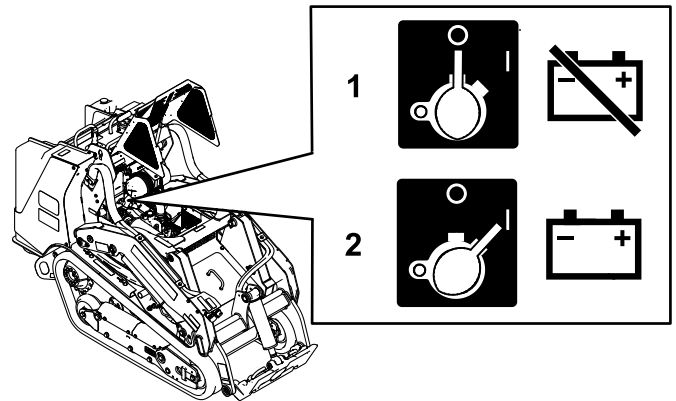

Bild 50
- Drehen Sie den Trennschalter der Batterie nach rechts in die EIN-Stellung, um die Maschine mit Strom zu versorgen (Bild 50).
- Drehen Sie den Trennschalter der Batterie nach links in die AUS-Stellung, um die Stromzufuhr zur Maschine zu unterbrechen (Bild 50).